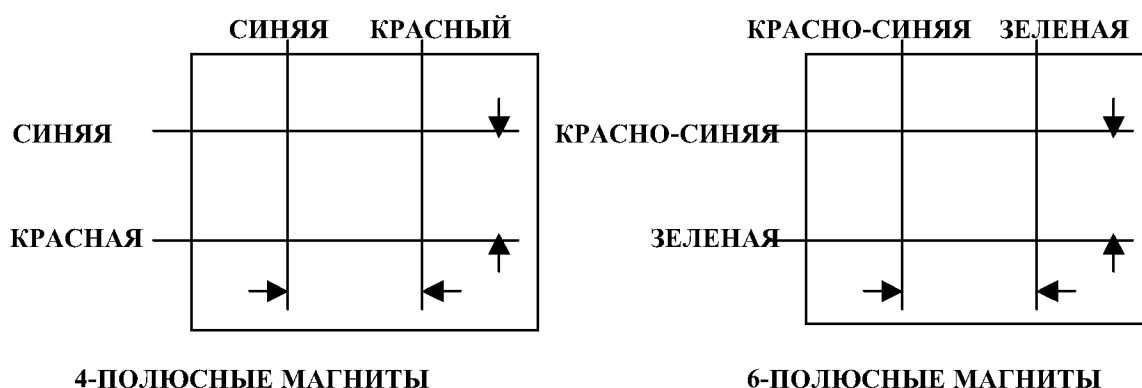

Рис. 3 Регулировка сведения в средней части экрана
7. Повторите регулировки пп. 2-6, если необходимо. Поскольку 4-полосные и 6-полосные магниты имеют взаимное влияние, их воздействие комплексно (рис. 3).